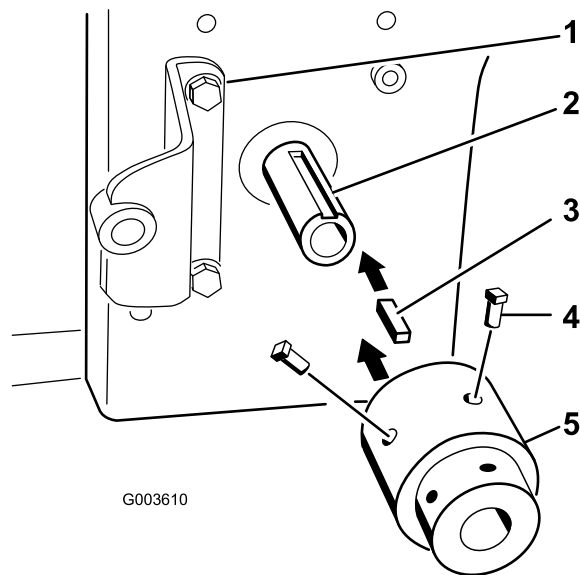

Figura 20
6. Instale la chaveta cuadrada ($\frac{1}{4}$ " x 1") en la ranura del eje de la TDF del motor (Figura 20).
7. Alinee el conjunto del cubo con la chaveta cuadrada e instálelo en el eje de la TDF (toma de fuerza) del motor (Figura 20).
8. Aplique un fijador de roscas no permanente a los 2 tornillos de fijación ($\frac{5}{16}$ " x $\frac{3}{4}$ ") e instálelos en el conjunto del cubo para fijarlo al eje de la TDF (Figura 20).